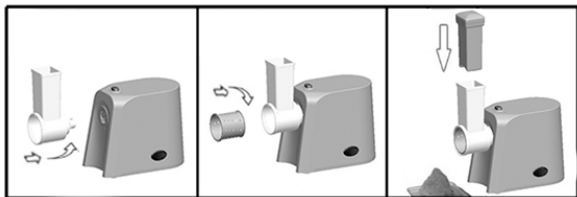

Рисунок 7
- Поместите толкатель для продуктов в верхнюю часть пластиковой трубки и используйте его для аккуратного продавливания овощей. (Рис.7)